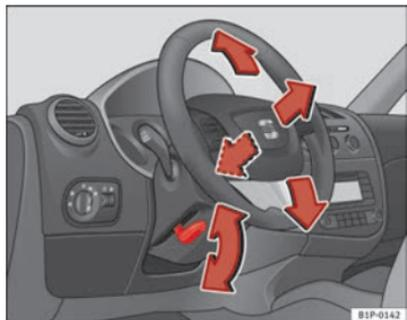

Fig. 114 Regolazione della posizione del volante
- Abbassare la leva ⇒ fig. 114 che si trova sotto il piantone dello sterzo ⇒ ⚠.